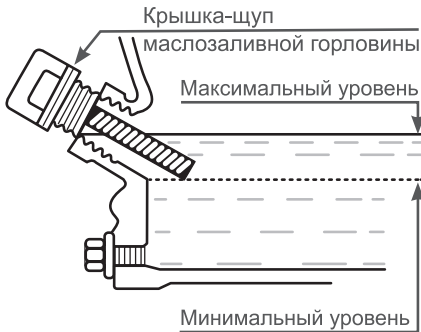

Рис. 5 Проверка уровня масла в картере
- Аккуратно вытащите щуп и осмотрите его. Уровень масла должен соответствовать верхней отметке на щупе. При недостаточном уровне масла в картере необходимо долить чистое масло до верхней отметки на щупе, что соответствует нижней кромке заливного отверстия (Рис. 5). После окончательной проверки, плотно закрутите крышку-щуп.
Максимальный уровень масла в картере соответствует нижней кромке маслозаливной горловины (Рис. 5).